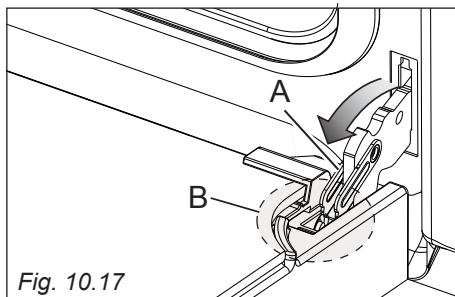
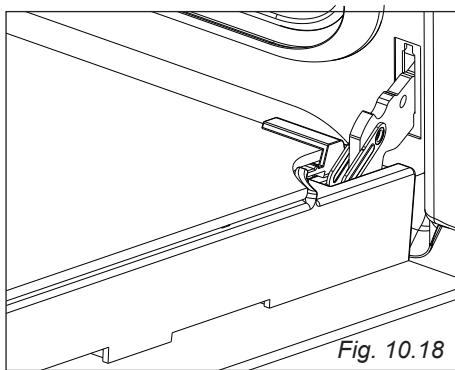

Fig. 10.17
Fig. 10.18
- Aprire completamente la leva "A" delle cerniere destra e sinistra (fig. 10.17).
- Socchiudere dolcemente la porta (fig. 10.18) fino a quando le leve "A" delle cerniere destra e sinistra si agganciano alla parte "B" della porta (fig. 10.17).